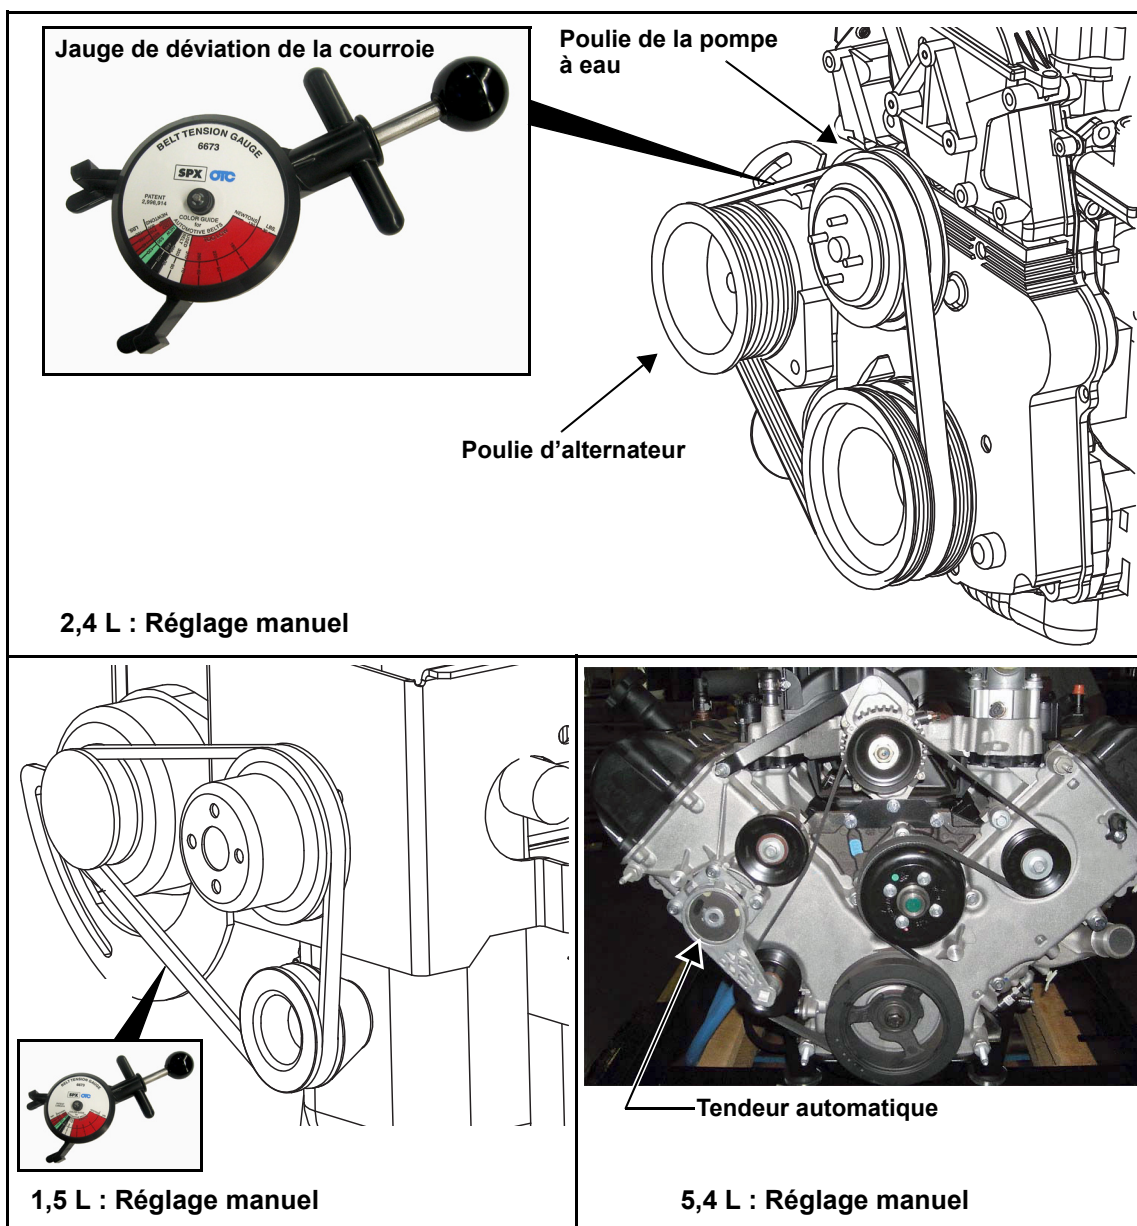

Figure 5-12. Vérification de la déviation de la courroie d'entraînement/des accessoires
- En utilisant la jauge appropriée, appliquez 10 kg f (22 lb f) entre les poulies de la pompe à eau et de l'alternateur. Voir la Figure 5-12